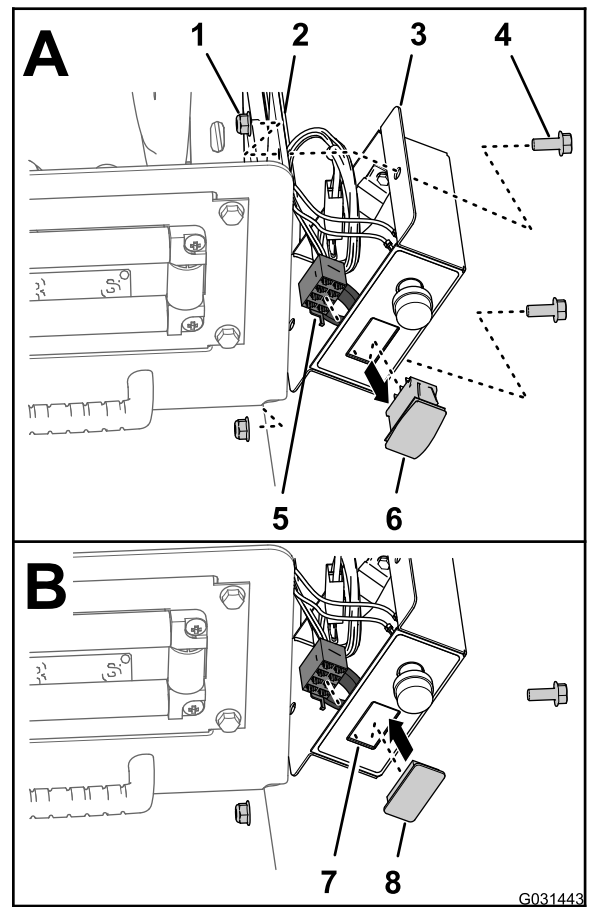

图7
2. 从压力控制开关断开控制箱线束的 8 插槽接头图7。
3. 将 8 插槽接头安装到控制箱的内部图7。
4. 挤压压力控制开关的锁定凸耳将开关按压出控制箱图7。
5. 将开关塞对准从中拆除开关的控制箱开口图7。
6. 将开关塞插入控制箱直至其牢固卡入控制箱盖图7。
7. 将控制箱与软管卷安装板对齐图7然后使用 2 个螺栓 5/16 x 3/4 英寸和 2 个锁紧螺母5/16 英寸将其固定到安装板上。
1. 拆下将控制箱固定至软管卷安装板上的 2 个螺栓5/16 x 3/4 英寸和 2 个锁紧螺母5/16 英寸图7。